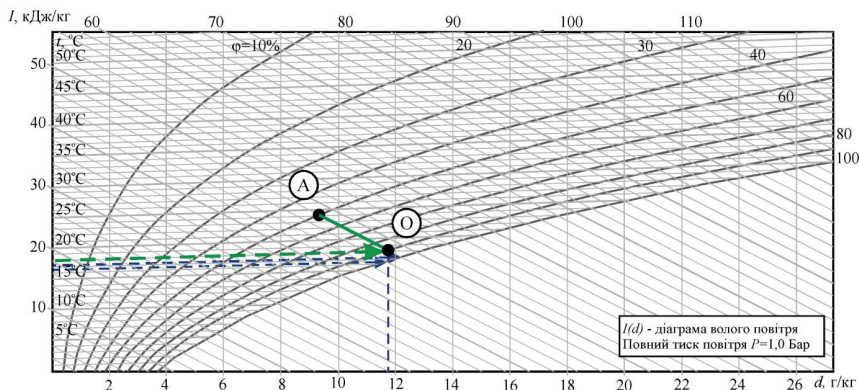

Рис. 9. I - d діаграма вологого повітря
- Розглянемо I - d -діаграму (рис. 9).